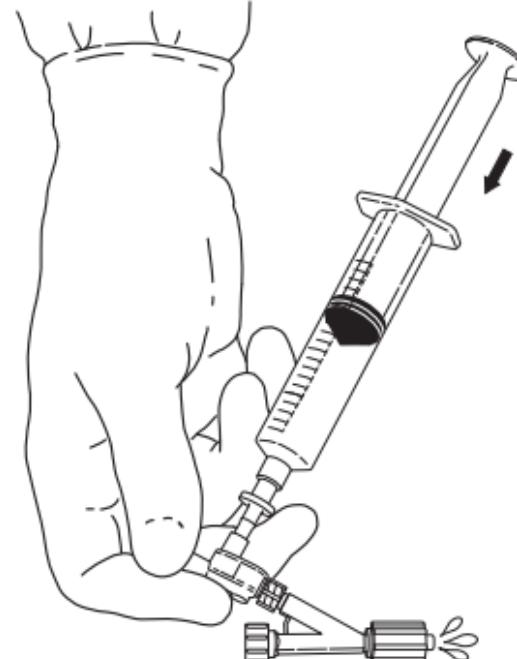

図3
5. 残った空気は親指を注入ポートに当てて追い出すことができます。ゆっくりフラッシュして、デュアルチェックバルブとTuohy-Borstアダプターから残りの気泡を追い出します。(図3)